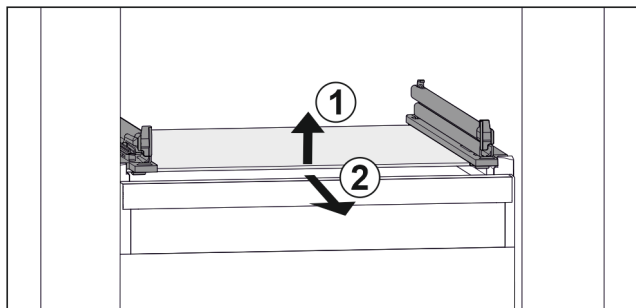

Fig. 74 Příklad znázornění skleněné desky
- Nadzvedněte skleněnou desku vpředu. Fig. 74 (1)
- Vyjměte skleněnou desku dopředu. Fig. 74 (2)